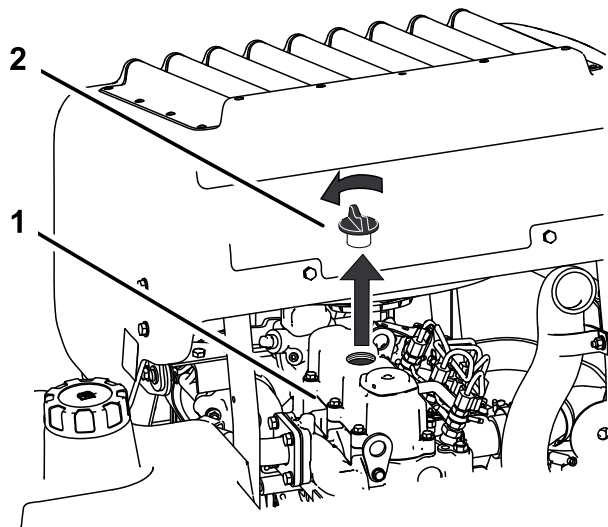

Bild 46
6. Nehmen Sie den Deckel des Einfüllstutzens oben am Motor ab (Bild 46). Dies erleichtert das Ablassen des Öls.
2. Nehmen Sie den Peilstab und den Deckel ab (Bild 46).